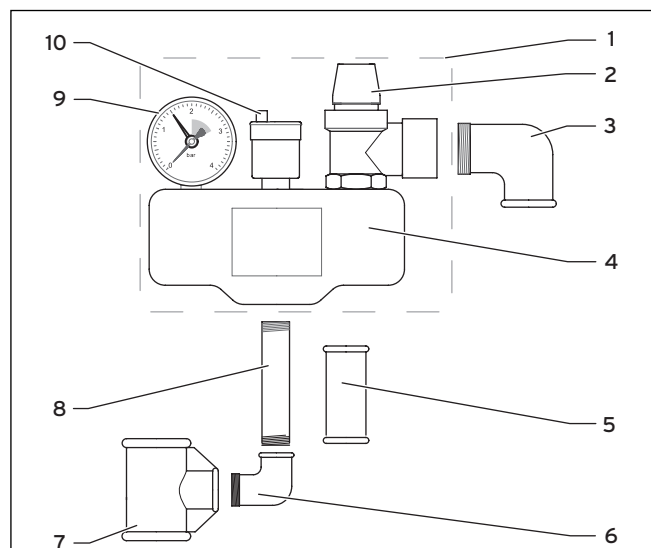

Fig. 3.1 Sikkerhedsgruppe
- Kontrollér iht. fig. 3.1 og tab. 3.1 at leveringsomfanget er komplet.